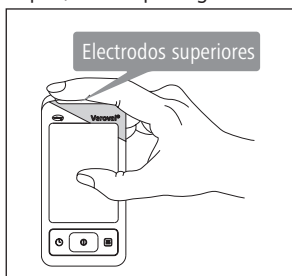

Fig. 1
- Agarre el aparato con la mano derecha. Coloque el dedo índice derecho sobre los electrodos superiores (Fig. 1) tal y como se muestra en la imagen.